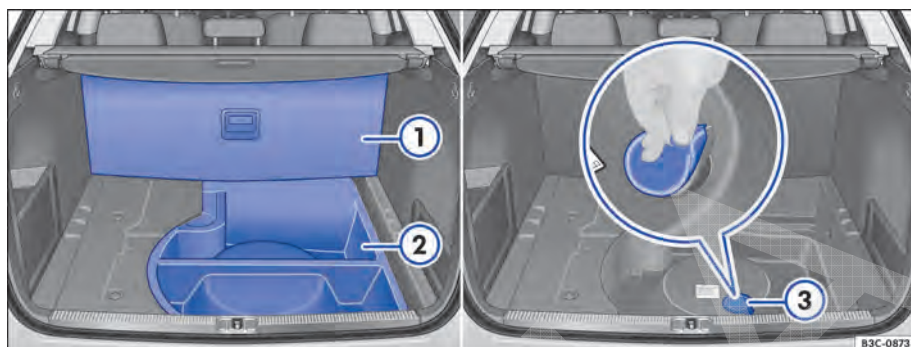
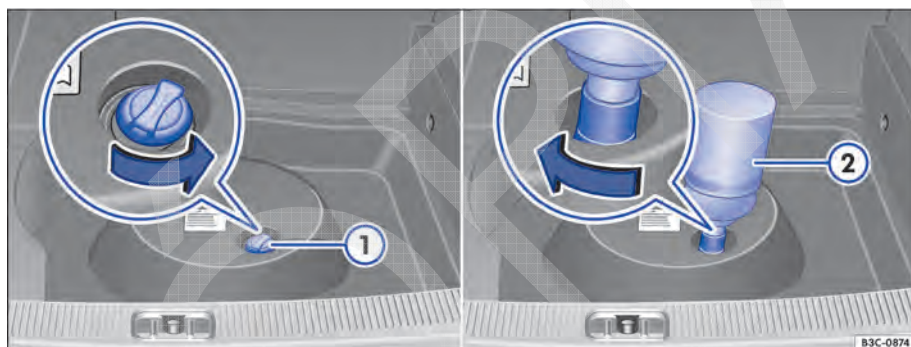

Fig. 219 Compartimento de bagagem com peça de espuma e reservatório de AdBlue.
Fig. 220 Embaixo da peça de espuma no compartimento de bagagem: tanque AdBlue com tampa do bocal de abastecimento e frasco de reabastecimento.
⇒ Fig. 219 (1) para cima e empurrá-lo para trás.
- Remover a peça de espuma (2).
- Retirar a vedação (3) do reservatório de AdBlue®.
- Girar a tampa do bocal de abastecimento do reservatório ⇒ Fig. 220 (1) no sentido anti-horário.
- Girar a tampa do bocal de abastecimento do reservatório ❶ no sentido horário até que ela se encaixe.
- Inserir a vedação cuidadosamente ⇒ Fig. 219 ❸.